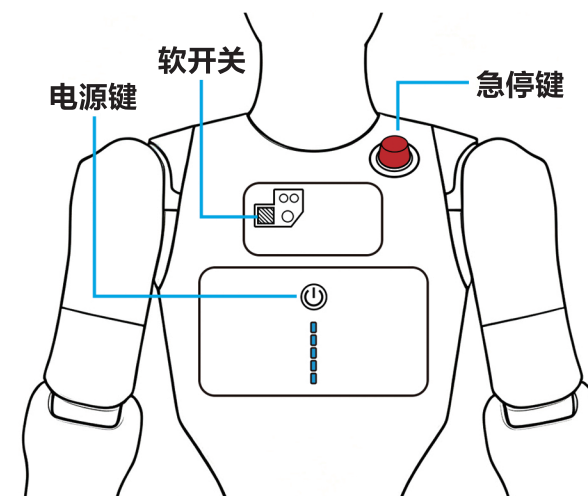

图3
2. 取下电源键上方盖板，长按方形软开关，待背部风扇转动并吹出热风后即可松开（图3）